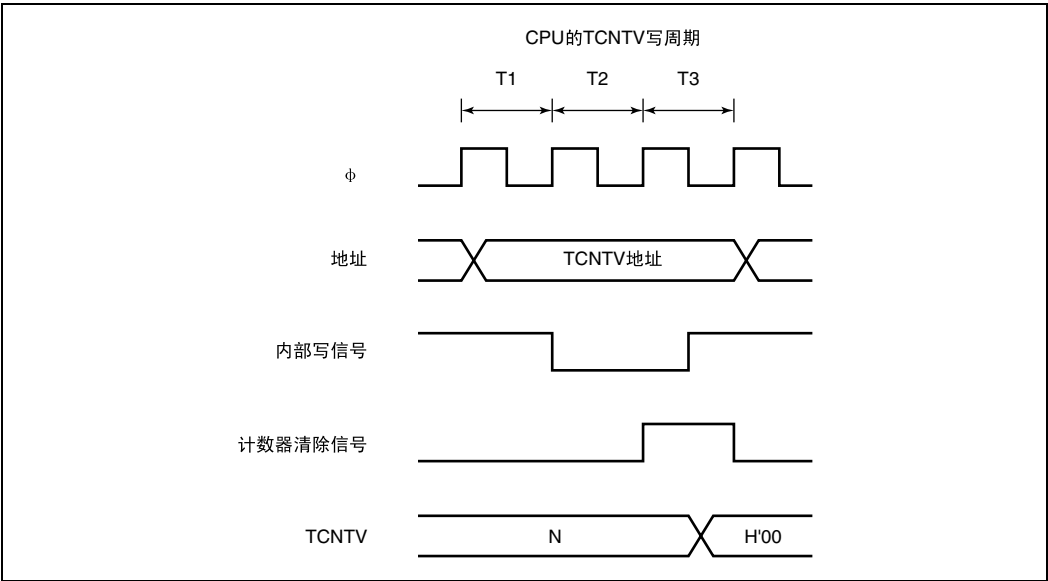

图 10.11 对 TCNTV 的写操作和清除的竞争
- 1. 对寄存器的写操作发生在写周期中的T3状态。如图10.11所示，在TCNTV写周期中的T3状态，如果产生TCNTV清除信号，就优先清除而不进行对计数器的写操作。只有在TCNTV写周期中的T3状态发生累加计数的情况下，才优先对计数器的写操作。